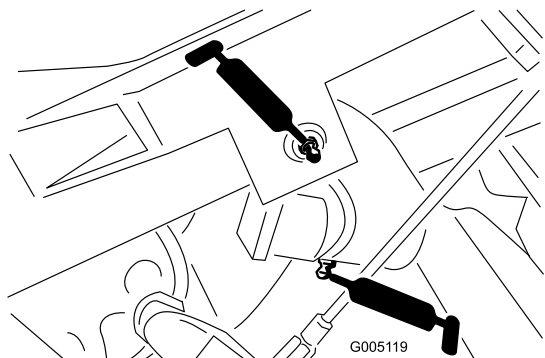

Figura 41
- Perno del braccio di sollevamento (3) e cerniera di articolazione (3) (Figura 41)